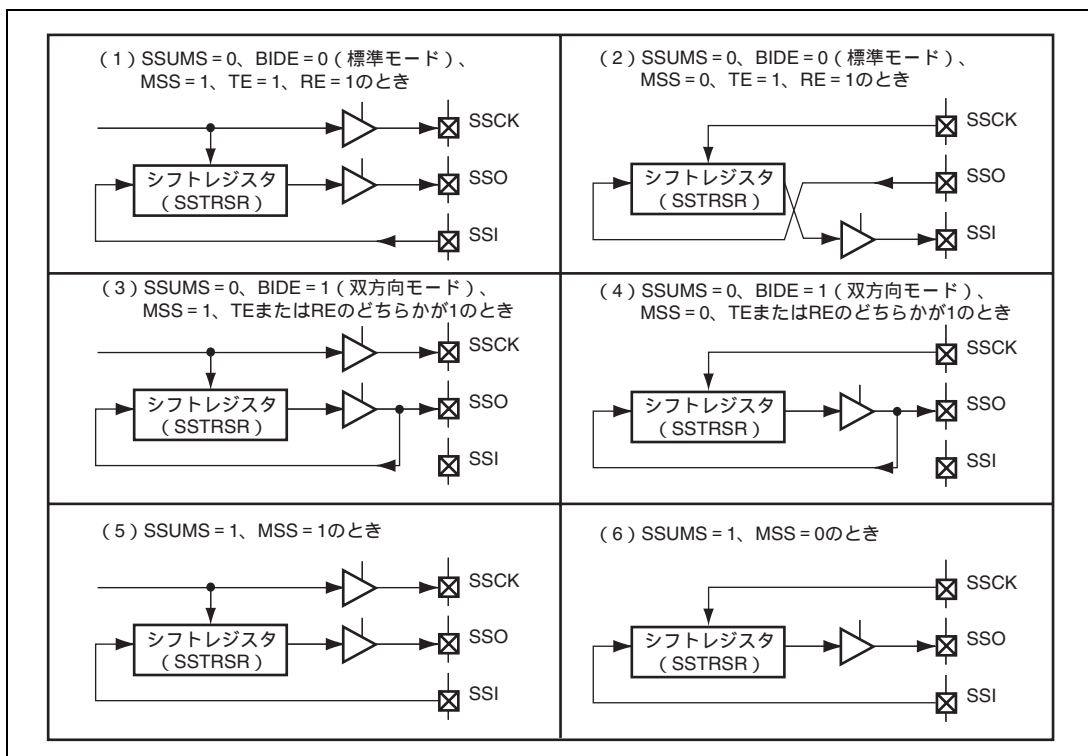

図 18.3 データ入出力端子とシフトレジスタの関係
SSCRH の MSS、BIDE と、SSCRL の SSUMS の組み合わせにより、データ入出力端子と SS シフトレジスタ (SSTRSR) の接続関係が変わります。これらの接続関係を図 18.3 に示します。
SSU は、BIDE=0、MSS=1 (標準、マスタモード) で動作しているとき、SSO 端子からシリアルデータを送信し、SSI 端子からシリアルデータを受信します (図 18.3 (1))。また、BIDE=0、MSS=0 (標準、スレーブモード) で動作しているとき、SSI 端子からシリアルデータを送信し、SSO 端子からシリアルデータを受信します (図 18.3 (2))。
BIDE=1 (双方向モード) では、マスタモード、スレーブモードにかかわらず、SSO 端子からシリアルデータの送信または受信を行います (図 18.3 (3)、図 18.3 (4))。
SSUMS=1 で動作しているとき、SSO 端子からシリアルデータを送信し、SSI 端子からシリアルデータを受信します。MSS=1 のときは SSCK 端子から内部クロックを出力し、MSS=0 のときは SSCK 端子は入力端子となります (図 18.3 (5)、図 18.3 (6))。